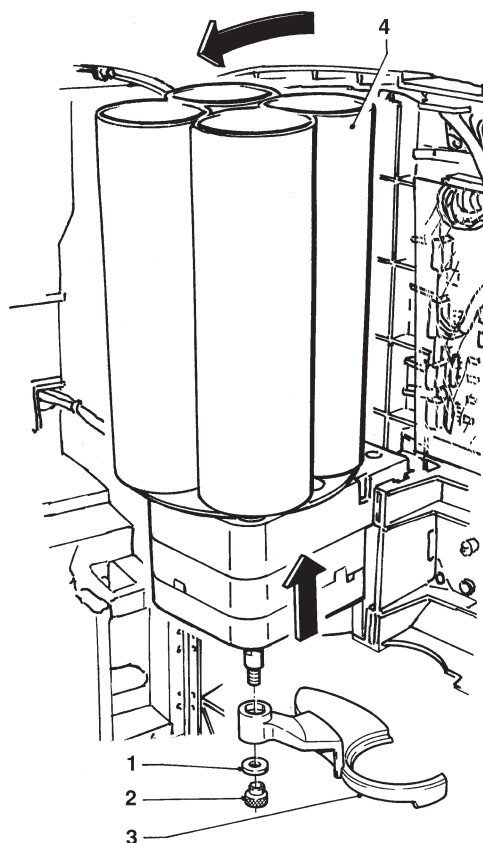

Fig. 6
- levantar levemente el distribuidor de vasos y reclinarlo (véase la fig. 6);
Periódicamente, es necesario limpiar el brazo de translación desmontándolo del aparato. Para desmontarlo se debe destornillar completamente el cerrillo de fijación (véase la fig. 6).